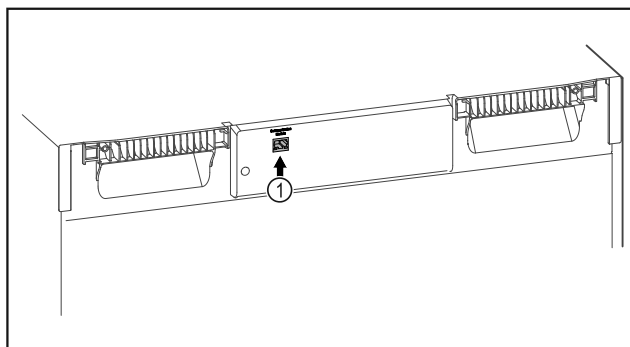

Fig. 107
- SmartModule Fig. 107 (1) ist eingesetzt.